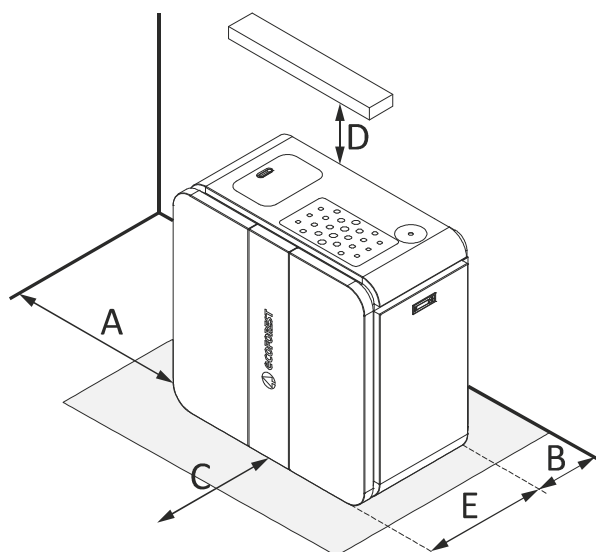

Figura 2
- 4.19.** Verificare gli spazi tra la caldaia, il combustibile e qualunque tipo di materiale infiammabile, controllarli nella figura 2.